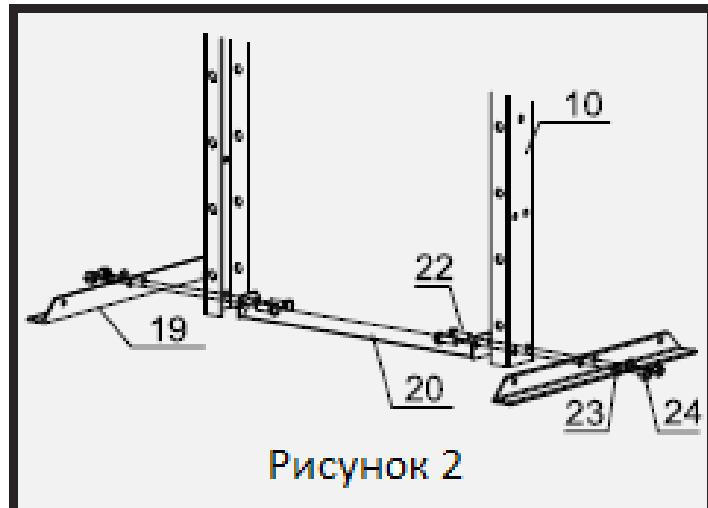

Рисунок 2
3. Поместите стойки рамы (10) в вертикальное положение. Задвиньте каждую опору основания (19) под стойки рамы (10) и поместите нижнюю опору основания (20) между ними. Выровняйте болтовые отверстия и вставьте болты (22) через стойки рамы, секции основания и нижней опоры, затем закрепите их на месте шайбами (23) и гайками (24). См. рисунок 2.